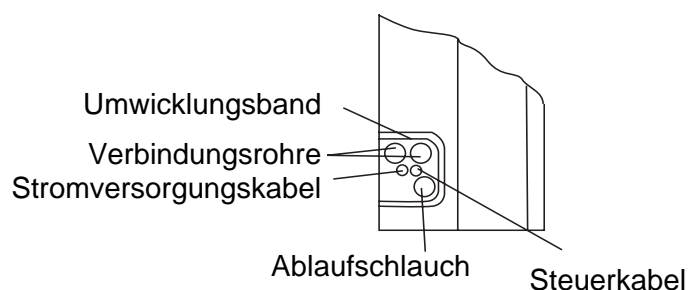

Abb. 5
2. Rohre und Kabel umhüllen und durch die ausgeschnittene Öffnung ziehen (siehe Abb. 5).